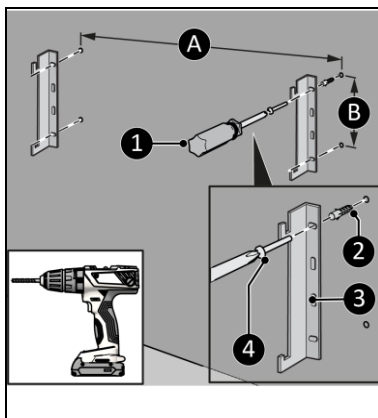

Figure 10
4. Percez quatre trous pour les supports, les deux trous inférieurs étant situés à au moins 125 mm au-dessus du sol. La distance entre les trous verticaux (figure 10, pos. B) est de 105 mm.
La distance entre les trous horizontaux est d'environ (figure 10, pos. A et B)\* :
5. Insérez des chevilles murales (figure 10, pos. 2).
6. Vissez et serrez un support gauche et un support droit (figure 10, pos. 3) au mur avec une grande vis (figure 10, pos. 4) en utilisant un tournevis Phillips (figure 10, pos. 1).